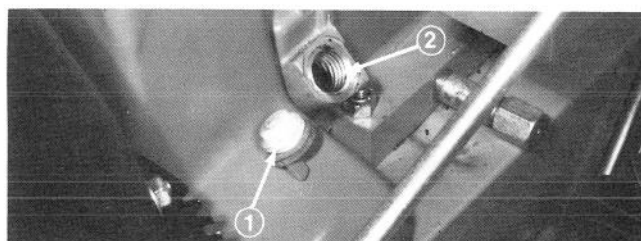

Figure 11
2. Nettoyez le tour du bouchon de remplissage pour éviter que des corps étrangers ne tombent dans le carter lorsque vous enlevez le bouchon (Fig. 11).
3. Enlevez le bouchon qui ferme le trou de remplissage du carter (Fig. 11).
4. Versez lentement 21 onces (0.621 l) d'huile à moteur SAE 5W-30 ou SAE 10 dans le trou de remplissage (Fig. 11). Le moteur peut utiliser toute